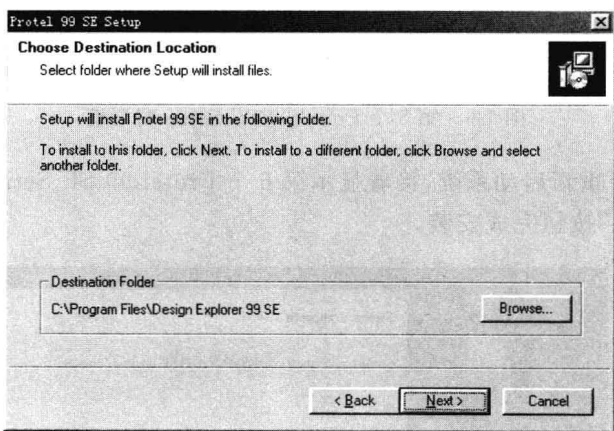

图 1-4 第 3 个 Protel 99 SE Setup 对话框
③ 单击“Next”按钮,将显示第 3 个 Protel 99 SE Setup 对话框,如图 1-4 所示。该对话框提示安装 Protel 99 SE 的默认路径,如果想更改,则单击“Browse”按钮,选择安装路径。